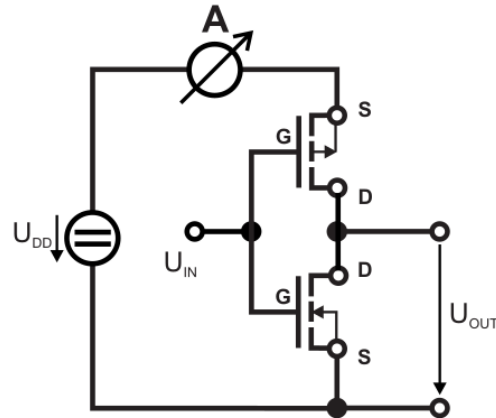

Abbildung 5.6: Aufbau: CMOS-Inverter, konstante Eingangsspannung
- Bauen Sie die Schaltung aus Abbildung 5.6 mit einem n-Kanal MOSFET und einem p-Kanal MOSFET auf.